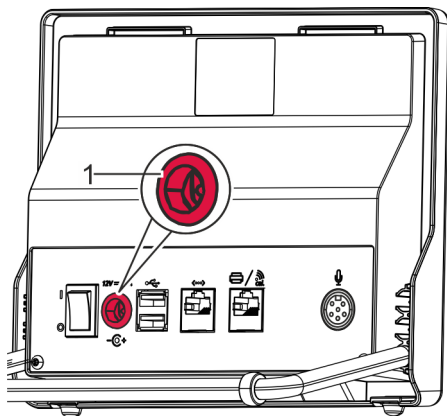

Abb. 10: Netzanschluss
2. ➤ Netzteiladapter in den Netzanschluss (Abb. 10/1) stecken.